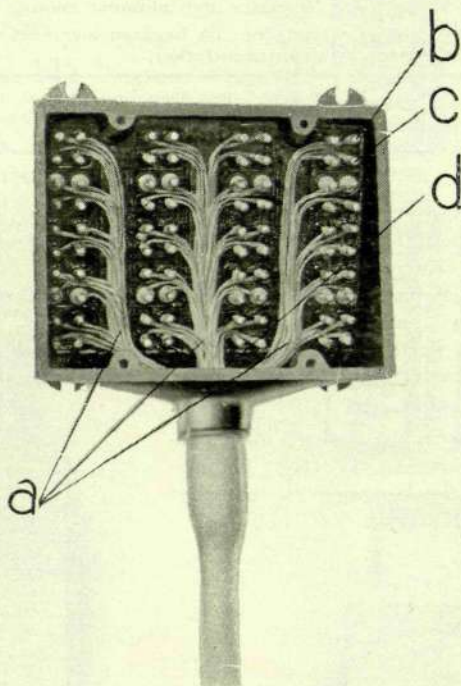
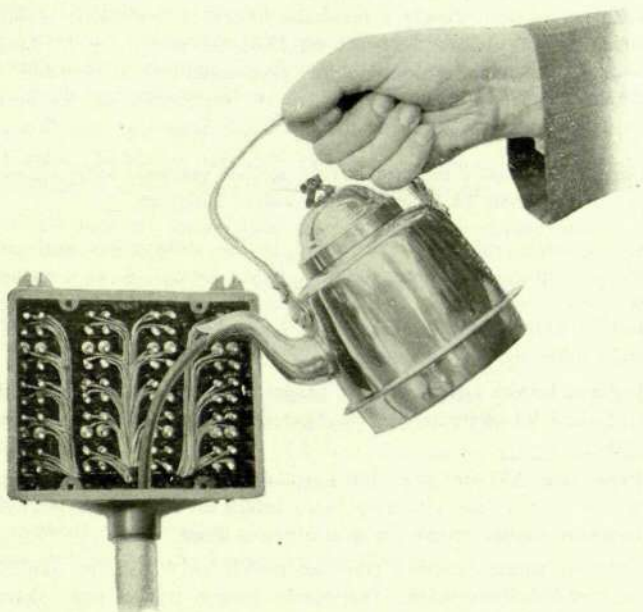

Fig. 1.
Fig. 2.
6. Ledarna delas upp i ett mot boxens storlek svarande antal knippen (fig. 1, a), vilka läggas på boxens botten mellan lödstiften.
7. Ledarna fästas vid lödstiften, varvid början alltid göres med en märktråd, som inlägges på första plintens första lödstift, d. v. s. stiftet längst upp i högra hörnet (fig 1, b), då boxen betraktas bakifrån. Den andra ledaren i paret fästes till nästa stift i ordningen, d. v. s. till c å fig. 1. Ledare tillhörande ett och samma par få ej skiljas åt.
10. Den skålformade fördjupningen vid kabelintaget (fig. 1, d) inuti boxen fylles först till en del med ljus isoleringsmassa, typ NH 1002, som intränger i kabeln, och därefter med svart isoleringsmassa, typ NH 1001, till c:a 2 å 3 mm under fördjupningens överkant (fig. 2). Massorna uppvärms för ingjutning till flytande tillstånd men ej mer än nödvändigt, enär pappersisoleringen eljest kan skadas.